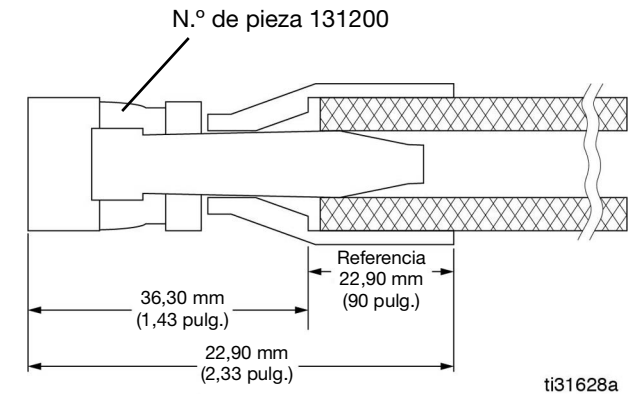

FIG. 59
Después de determinar el largo final de la manguera necesaria para la instalación, monte el accesorio giratorio reutilizable n.º pieza 131200 (se incluye con la manguera) en el extremo manguera libre (vea la FIG. 59). Consulte las instrucciones Montaje de la manguera principal de la siguiente sección de este manual (página 60).
3. Añada 36,30 mm (1,43 pulg.) al largo total de la manguera para tener en cuenta la profundidad del casquillo una vez puesto en el extremo de la manguera (FIG. 59).